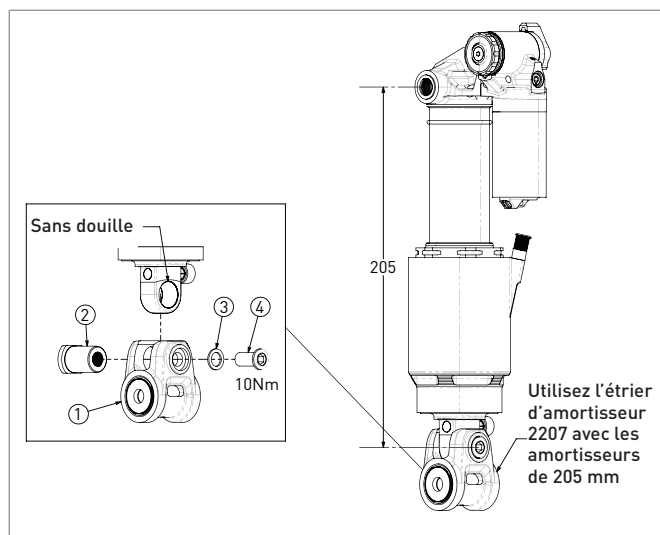

Figure 1
6. En cas d'amortisseur arrière neuf ou remis en état d'une taille de 205 mm, préassemblez l'ensemble d'étrier d'amortisseur 2207 sur l'amortisseur arrière (figure 1). Ne serrez PAS encore la vis de fixation de l'amortisseur [4], cette opération sera effectuée une fois l'ensemble monté dans le cadre.
8. Installez le nouvel ensemble amortisseur arrière/amortisseur arrière + étrier dans le cadre, en vissant d'abord les deux vis supérieures du tourillon, puis la visserie des inserts Flip Chip inférieurs. Une fois toute la visserie vissée sans être serrée, vissez d'abord les deux vis supérieures du tourillon (couple de serrage conforme aux spécifications des instructions 3768), puis l'axe des inserts Flip Chip inférieurs (couple de serrage conforme aux spécifications des instructions du 3744) et enfin la vis de fixation de l'étrier d'amortisseur (n° 4 de la figure 1) à 10 Nm (le cas échéant).